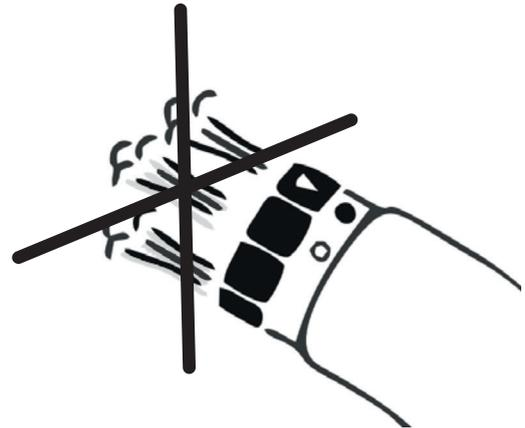

Abb.25 Transportmodus
- ❖ Luftanschlussbuchse entfernen sowie Ende und Körper in entgegengesetzte Richtung drehen, bis das rote Symbol ▲ und das schwarze Symbol ● gleich ausgerichtet sind und keine Luft austritt. (siehe Abb. 25)